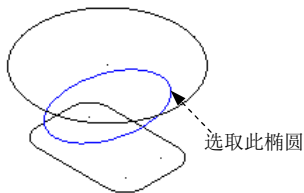

图 7.2.36 定义第二个举升截面轮廓
② 选取第二个截面轮廓。选取图 7.2.36 所示的椭圆，此时系统会自动为此图素添加串连方向，如图 7.2.37 所示。